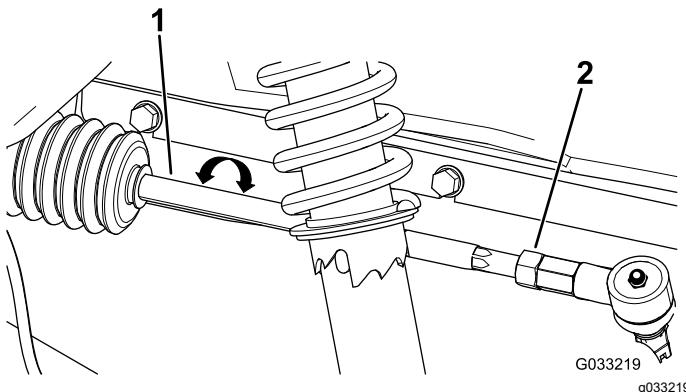

Figure 49
3. Si les mesures ne sont pas comprises entre 0 et 6 mm, desserrez les écrous de blocage aux deux extrémités extérieures des biellettes (Figure 49).